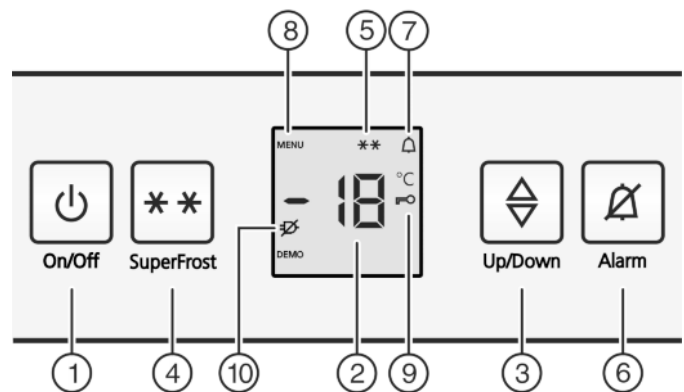

Fig. 2
- ▶ Appuyer brièvement sur la touche On/Off Fig. 2 (1).
- ▶ Appuyez sur la touche marche/arrêt Fig. 2 (1).
- ▶ Activer le mode de réglage : appuyer sur la touche SuperFrost Fig. 2 (4) pendant env. 5 secondes.
- ▷ Le symbole Menu Fig. 2 (8) apparaît dans l'affichage.
- ▶ Confirmez en appuyant brièvement sur la touche SuperFrost Fig. 2 (4).
- ▷ Le symbole Sécurité enfants Fig. 2 (9) s'allume dans l'affichage.
- ▷ Le symbole Sécurité enfants Fig. 2 (9) s'éteint.
- ▶ Appuyer sur la touche Alarme Fig. 2 (6).
L'affichage de la température clignote en même temps que le symbole Alarme Fig. 2 (7).
L'avertisseur sonore s'éteint automatiquement et le symbole Alarme Fig. 2 (7) et l'affichage de température arrêtent de clignoter lorsque la température est de nouveau suffisamment froide.